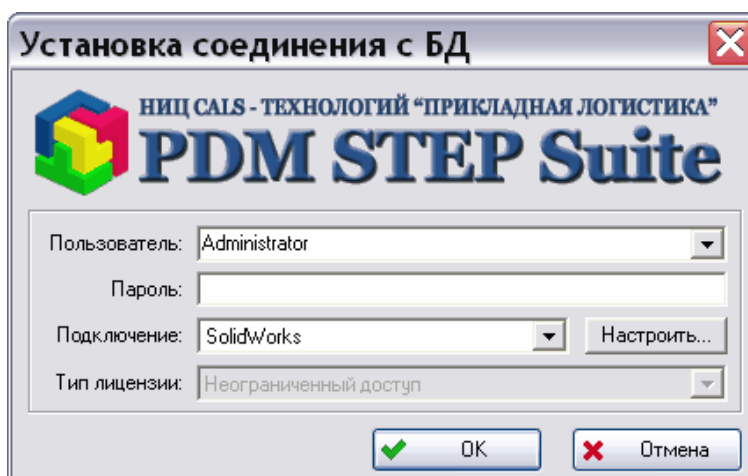

Рис. 5
2. В появившемся диалоговом окне **Установка соединения с БД** введите имя пользователя, пароль, выберите подключение к базе данных из списка (Рис. 5). Если подключение к нужной базе данных отсутствует, его необходимо настроить. О настройке подключения смотрите «Инструкцию по установке PSS», раздел 4.2.